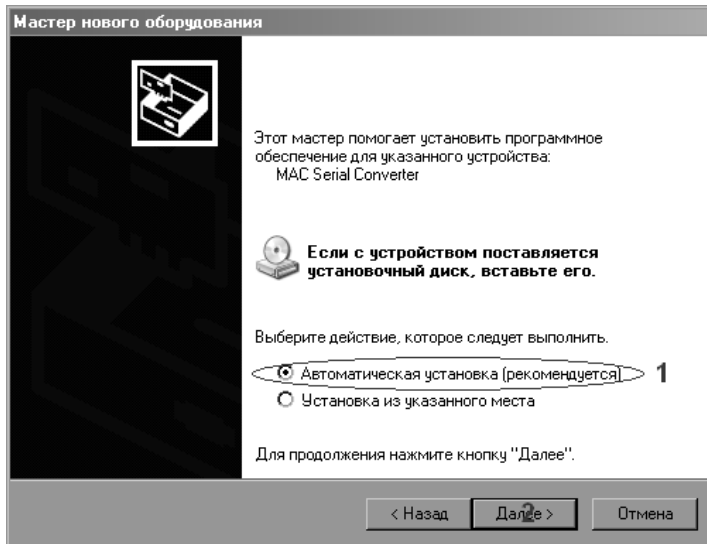

Рис.7
- в мастере установки необходимо выбрать пункт “Нет, не в этот раз” (1), так как файлы драйверов уже были добавлены при установке ПО в систему (пункт A1.), после чего разблокируется кнопка “Далее” (2). Нажимаем кнопку (2) и переходим к следующему пункту установки (Рис.7);